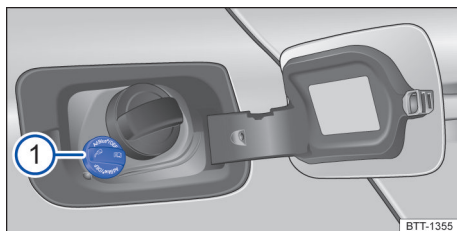
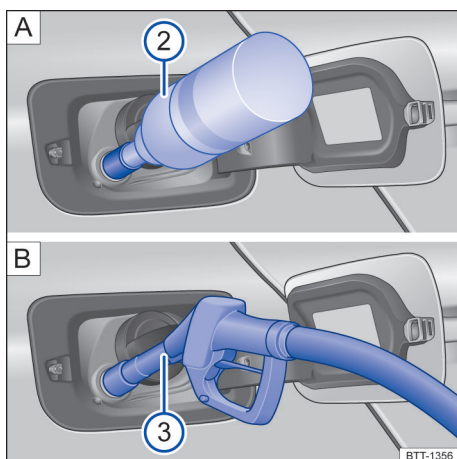

Fig. 211 Atrás da portinhola do tanque: tampa do bocal de abastecimento do AdBlue.
Fig. 212 Atrás da portinhola do tanque: abastecer o AdBlue com o frasco de reabastecimento ou [A] com o bico de bomba [B].
Legenda para Fig. 211 e Fig. 212:
O bocal de abastecimento de AdBlue® encontra-se atrás da portinhola do tanque, ao lado do bocal de abastecimento de combustível → Fig. 211.
- Segure o cabo da bomba de AdBlue® para baixo para garantir um abastecimento ideal → Fig. 212 (B).
- O tanque de AdBlue® está cheio assim que a bomba se desliga pela primeira vez → ①.